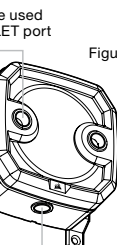

Figure 3
4. 将PSU上的开关扳向ON一侧。开启电源。水箱中的冷却剂将注入泵电机，并开始循环系统。在水箱中的冷却剂达到设定量之前关闭电源。不要让泵空转或储液罐中没有冷却剂，这会损坏泵(图3)！
6. 将XD3 / XD5 RGB的泵4引脚风扇接头重新连接到CORSAIR iCUE Commander PRO / CORE XT的6号风扇端口，如第26页上所示(图3)。